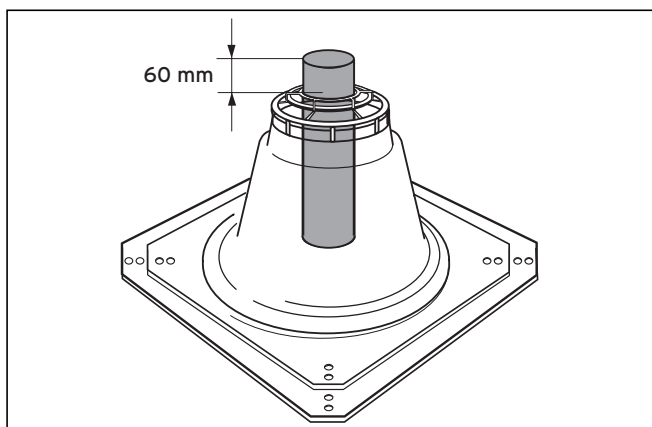

Рис. 5.43 Длина верхней трубы газоотвода
- Контроль: Над основанием шахтной насадки должно выступать 60 мм (см. рис. 5.43).
- Зажмите колпак шахтной насадки (1) над верхним концом жесткого выпускного газопровода и сильно надавите.